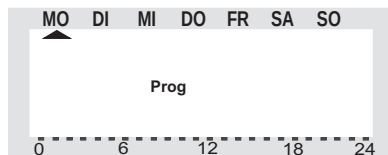

Figure 15
- L'affichage "**Prog**" apparaît sur l'afficheur à cristaux liquides et la flèche «**▲**» pour «**MO**» (lundi), voir figure 15.